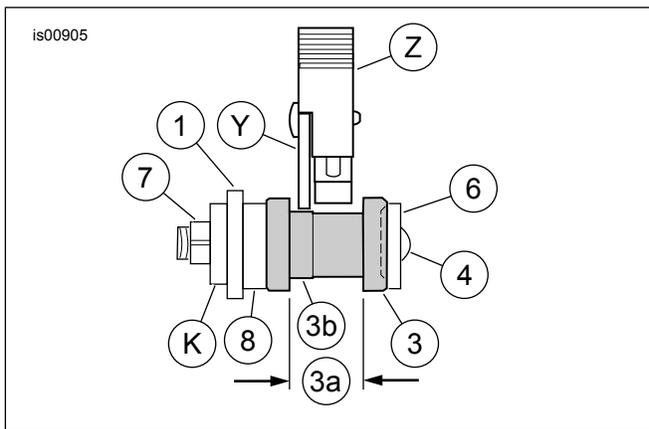
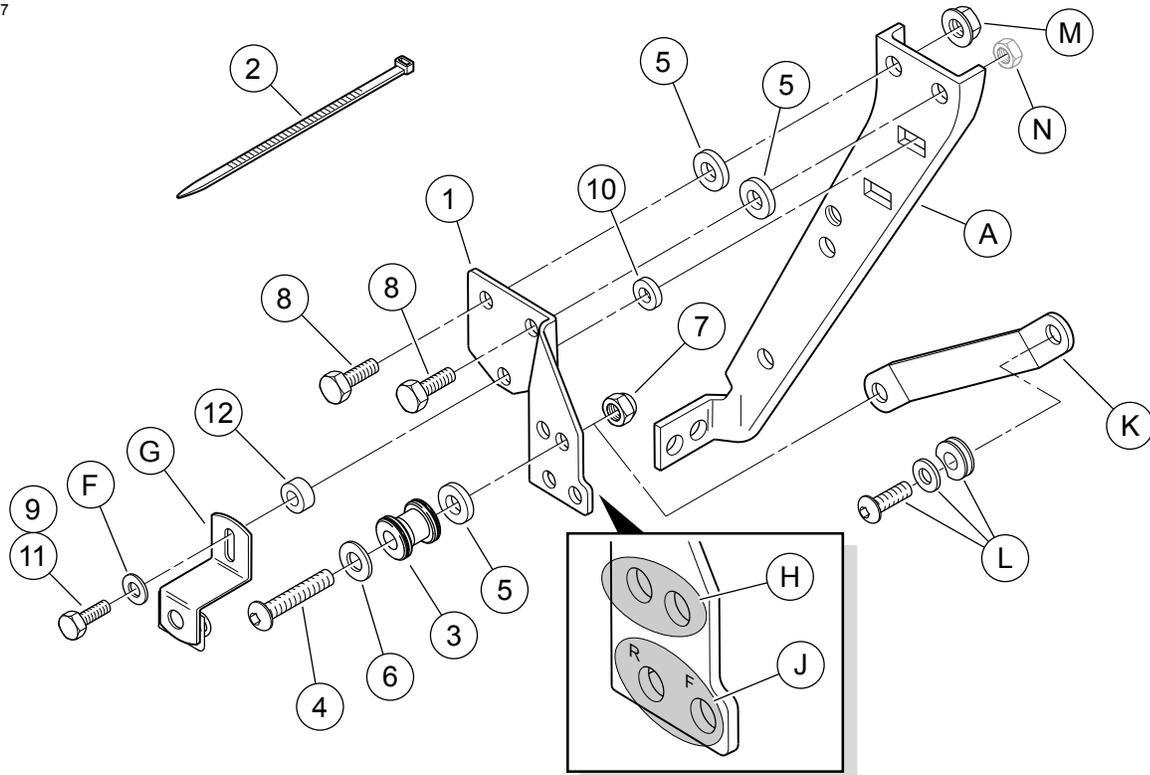
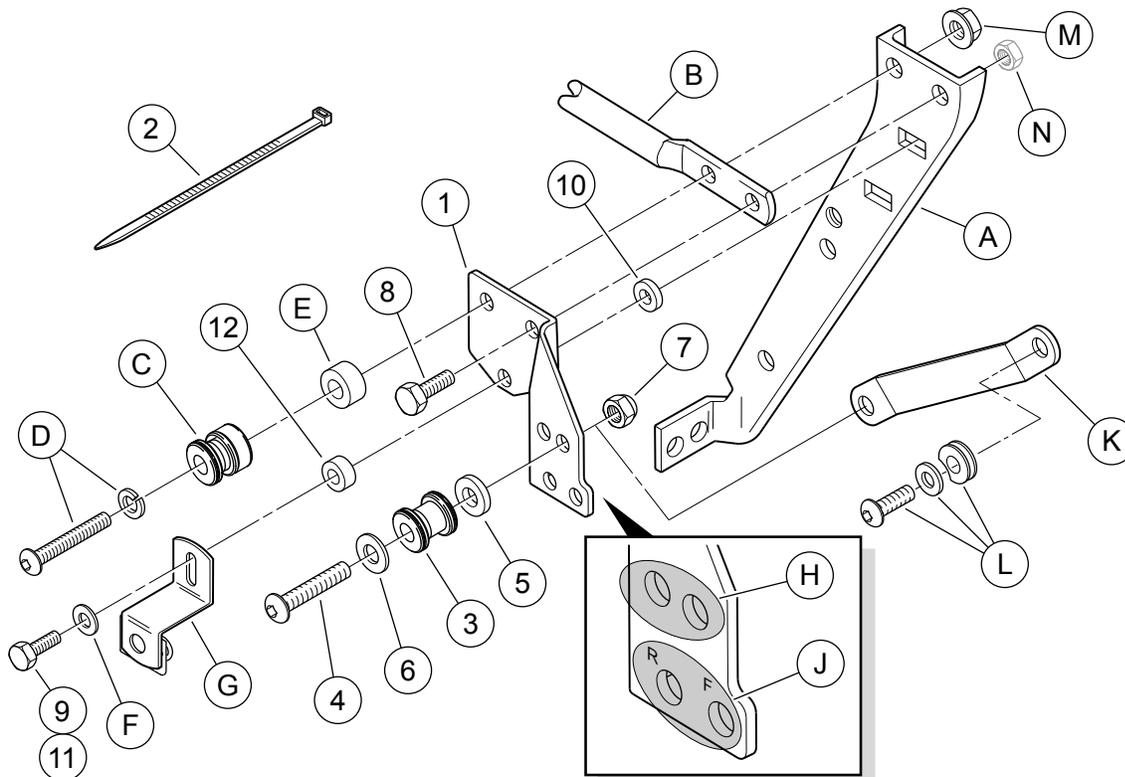

Figura 4. Alinhamento correto da trava no ponto de suporte do lado direito (vista da traseira)
Figura 6. Instalação SEM os kits de suporte 53127-96C e 53746-97B
Figura 7. Instalação COM os kits de suporte 53127-96C e 53746-97B
Veja a Figura 6 ou Figura 7 e Tabela 2.
1. Veja a Figura 6 e a Figura 7. Monte as ferragens de suporte como mostrado.
a. Posicione o suporte de montagem (1) em um lado da motocicleta. Observe que os suportes de montagem são específicos para cada lado. As letras impressas perto dos furos inferiores devem estar voltados para fora, identificando as posições dianteira (F) e traseira (R).
b. **Sem a instalação do kit de suporte nas posições 3 e 4** (veja a Figura 6): instale o suporte de montagem usando os parafusos compridos de 5/16-18 x 1 pol. (25 mm) (8) nos dois furos superiores, com os espaçadores de 1/8 pol. (3,2 mm) espessura (5) colocados em cada parafuso, entre o suporte de montagem (1) e o suporte do alforje original (A). **Com a instalação do kit de suporte nas posições 3 e 4** (veja a Figura 7): instale o suporte de montagem usando um parafuso comprido de 5/16-18 x 1 pol. (25 mm) (8) deste kit no furo superior dianteiro, um parafuso comprido de 5/16-18 x 2,25 pol. (57 mm) e uma arruela de pressão (D), o ponto de suporte (C) e o espaçador com 0,386 pol. (9,8 mm) de espessura (E) do kit de suporte **53746-97B** no furo superior traseiro, através do suporte traseiro (B) do kit de suporte **53127-96C** colocado entre o suporte de montagem (1) e o suporte do alforje original (A).
2. Instale um parafuso de 1/4-20 pol. (item 9 ou 11, dependendo do modelo) e a arruela (F, guardada no passo 3) através da fenda no suporte de montagem do alforje.
3. **Para os modelos FLHR, FLHT ou FLTR:** insira as roscas através do furo inferior do suporte de montagem (1), logo abaixo dos parafusos instalados no passo 4b. **Para os modelos FLHRS ou FLHR:** coloque um espaçador de 9/16 pol. (14,3 mm) de espessura (12) nas roscas dos parafusos e insira as roscas através do furo inferior do suporte de montagem (1), logo abaixo dos parafusos instalados no passo 4b.
4. Coloque um espaçador com 1/8 pol. (3,2 mm) de espessura (10) nas roscas do parafuso e insira as roscas através do suporte do alforje (A) e dentro da porca rápida. Aperte o parafuso com torque de 13,6 a 19,0 N·m (10 a 14 lb·pé).
8. Veja a Figura 4, consulte a Tabela 1 e veja a Figura 6 ou a Figura 7. Coloque uma arruela (6) nas roscas de um parafuso de cabeça redonda (4) deste kit. Coloque um ponto de suporte (3), orientado como mostrado, sobre as roscas do parafuso, seguido de um espaçador (8).
9. Para os modelos **ano 1994 a 1996**, insira as roscas do parafuso através do último furo traseiro (H) no suporte de montagem (1) como mostrado. Para os modelos **ano 1997 e posteriores**, insira as roscas do parafuso através do último furo dianteiro (H) no suporte de montagem (1) como mostrado. Insira as roscas do parafuso através do furo maior no suporte 53805-99 (item K, parte do bagageiro ou do kit do montante da sissy bar) e fixe sem apertar com uma contraporca (7). Deixe a contraporca ligeiramente frouxa para o ajuste do ponto de suporte no próximo passo.